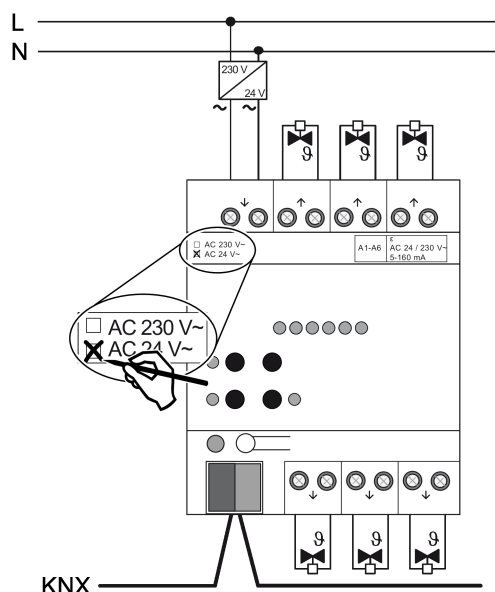

рисунок 4: Подключение сервоприводов 24 В
- Подключите сервоприводы 24 В пер. тока согласно схеме подключений (см. рисунок 4).